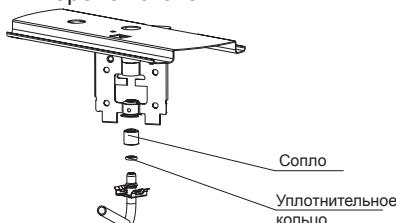

рис. 12
**17.1. Проведение замены сопла при ремонте, а также при переводе на другой тип газа (рис.12, 13)**
6. Снять установленные сопла, для этого отверткой необходимо отсоединить металлическую защелку от отбортовки гнезда держателей сопла и вывести газоподводящую трубку вместе с соплом из гнезда, затем снять сопло с трубки газа (рис. 12). Резиновые уплотнительные кольца рекомендуется оставить на трубках.